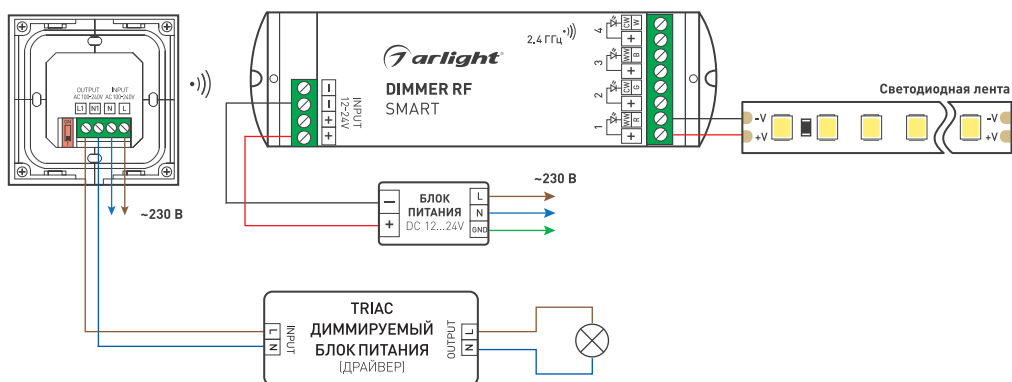

Рисунок 1. Варианты подключения панели Rotary SMART-P89-DIM White
- 3.2. Подключите контроллер согласно схеме (рисунок 1).